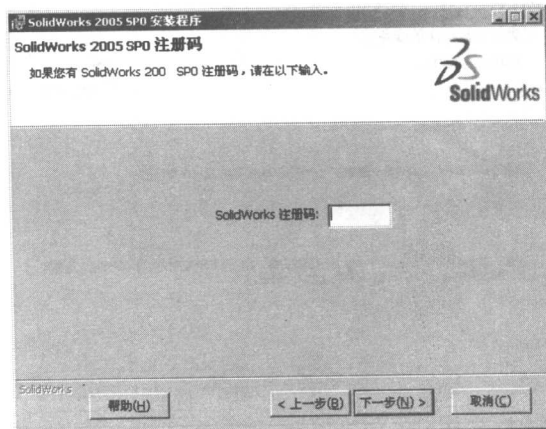

图 1-5
5. 输入登录注册码，单击（下一步）按钮，如图 1-5 所示。